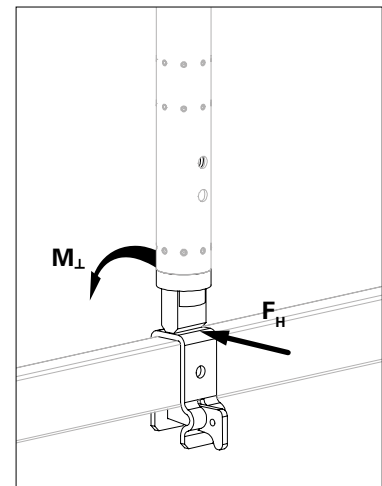

Abb. A11.12a
- Zul. max. Querkraft $F_H = 5$ kN, Zul. max. Moment $M_{\perp} = 0,17$ kNm. Es darf nur das Moment oder die Querkraft mit den Maximalwerten eingeleitet werden. Bei Überlagerung von Moment und Querkraft muss das Bauteil separat nachgewiesen werden. (Abb. A11.12a)